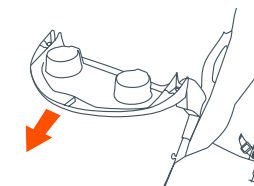

Fig. 10d
- **Para retirar la bandeja para niños:** Presione el botón de liberación y gire la bandeja a 180 grados y jale la bandeja hasta que se libere (Fig. 10d).